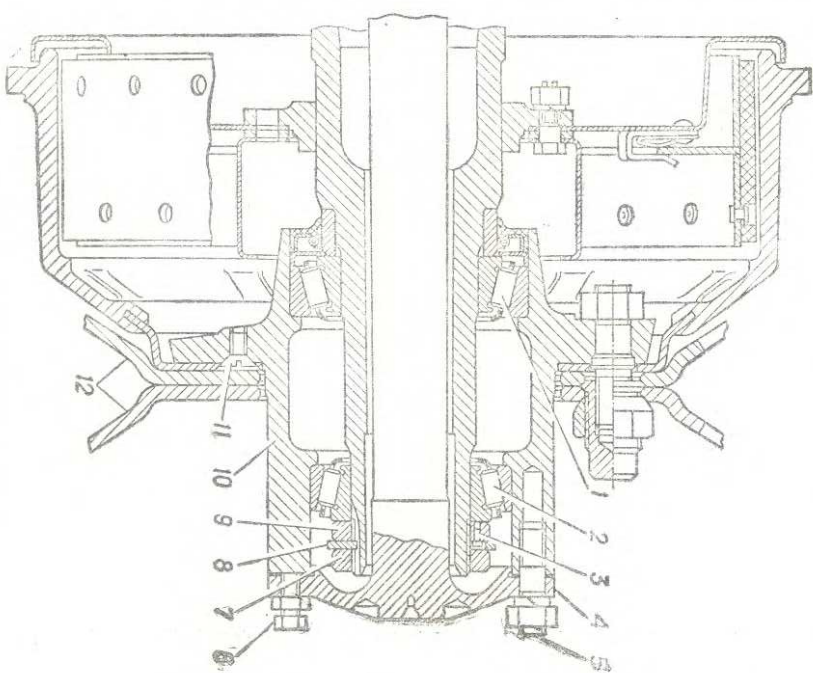

Рис. 61. Ступица заднего колеса.
- 1 Поднять домкратом задний мост так, чтобы шины не касались плоскости опоры. Вынуть полуось 4 (рис. 61), отвернуть контргайку 7, снять стопорную шайбу 8 и, ослабив гайку 9 крепления подшипников на $\frac{1}{3}$ — $\frac{1}{2}$ оборота, проверить, свободно ли вращается колесо.